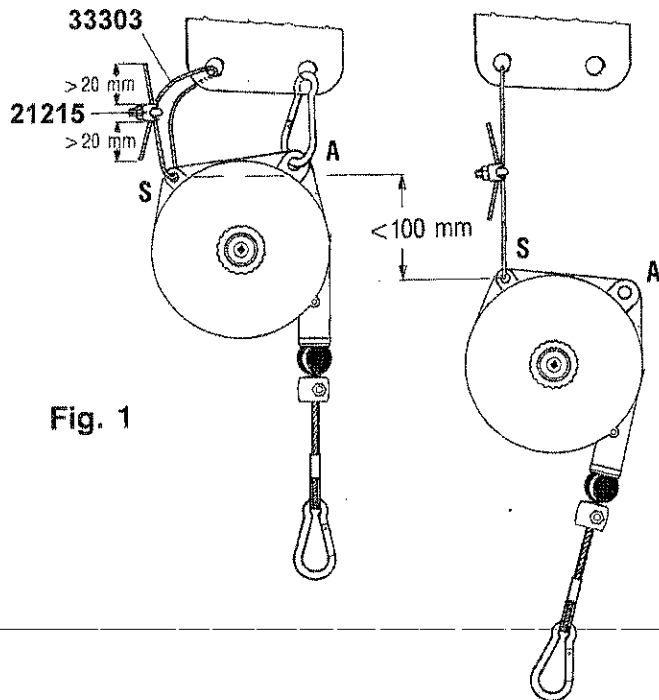

Fig. 1
The balancer must be visually inspected on a regular basis (e.g. once at each work shift). Specifically, check the state of the suspensions (A) and (S) (Fig.1), the fixing screws and self-locking systems (if used), and the condition of the hooks and cable.
**Fije siempre la suspensión de seguridad (S) a un soporte adecuadamente dimensionado utilizando exclusivamente los accesorios suministrados (Fig.1). El soporte de seguridad NO DEBE SER el mismo usado para la suspensión principal (A) (Fig.1). La máxima caída en caso de rotura de la suspensión principal no debe superar los 100 mm. Apriete las tuercas de las abrazaderas 21215 (Fig.1) con un par de torsión de 2 Nm.**
El equilibrador debe ser sometido periódicamente a inspección visual (por ejemplo, una vez por cada turno de trabajo), en particular para verificar el estado de las suspensiones (A) y (S) (Fig.1), los tornillos de fijación y los sistemas autoblocantes (si se usan), así como las condiciones de los ganchos y del cable.